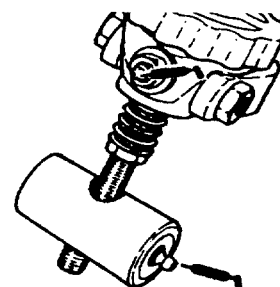
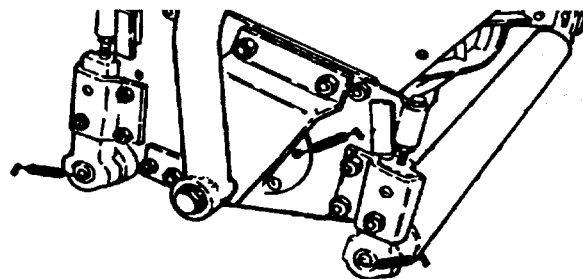

Figure 30
Figure 31
Les points de graissage des unités de coupe sont les suivants: bouton de réglage (2) (Fig. 30), palier de flasque de cylindre (2) et rouleaux avant et arrière (Fig. 31).